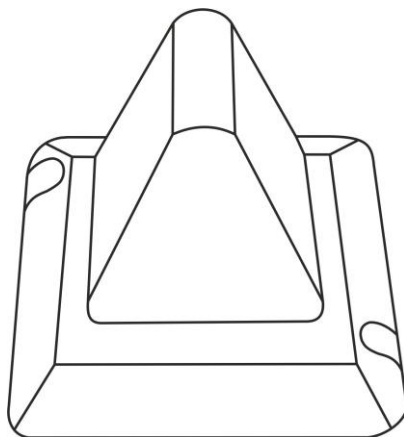

Рисунок 5.23. Сигнальная лампа МР-611W1
1. Сигнальная лампа МР-611W1 (рис.5.23). Сигнальная лампа имеет влагозащитность по группе IP54.